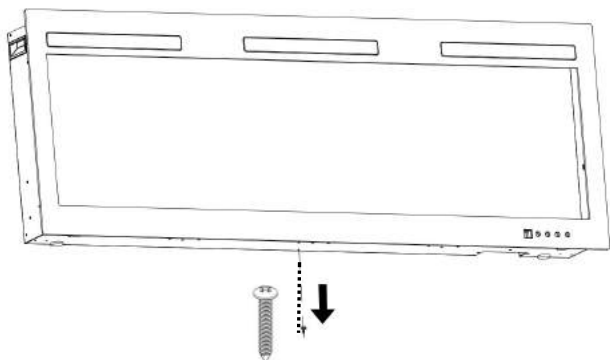

Fig 4-1
A. Verwijder de zilveren schroef aan de onderkant van het apparaat. (Afb. 4-1). Leg de schroef opzij.
- Using the wire connectors, connect the green ground wires (G), the common white wires (N) together, then the hot black wires (L), (zie FIG.C)
- Re-install the cover plate using the three screws, as shown in FIG.4-1.